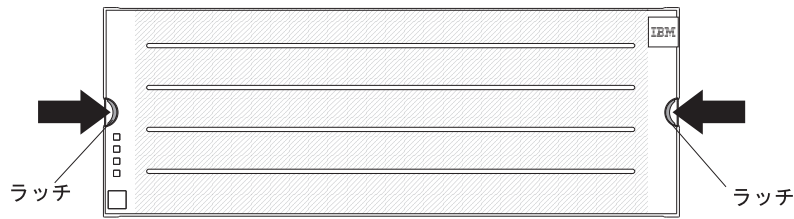

図 82. ベゼルの取り外し
1. ストレージ拡張エンクロージャーの前面で、ラッチを内側に押して、ベゼルを取り外します (135 ページの図 82 を参照)。
3. ストレージ拡張エンクロージャーの前面にベゼルを配置します (図 82 を参照)。